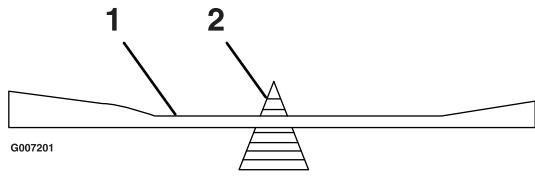

Figure 42
2. Vérifiez l'équilibre de la lame en la plaçant sur un équilibrEUR (Figure 42). Si la lame reste horizontale, elle est équilibrée et peut être utilisée. Si la lame est déséquilibrée, limez un peu l'extrémité de la partie incurvée seulement (Figure 42). Répétez la procédure jusqu'à ce que la lame soit équilibrée.